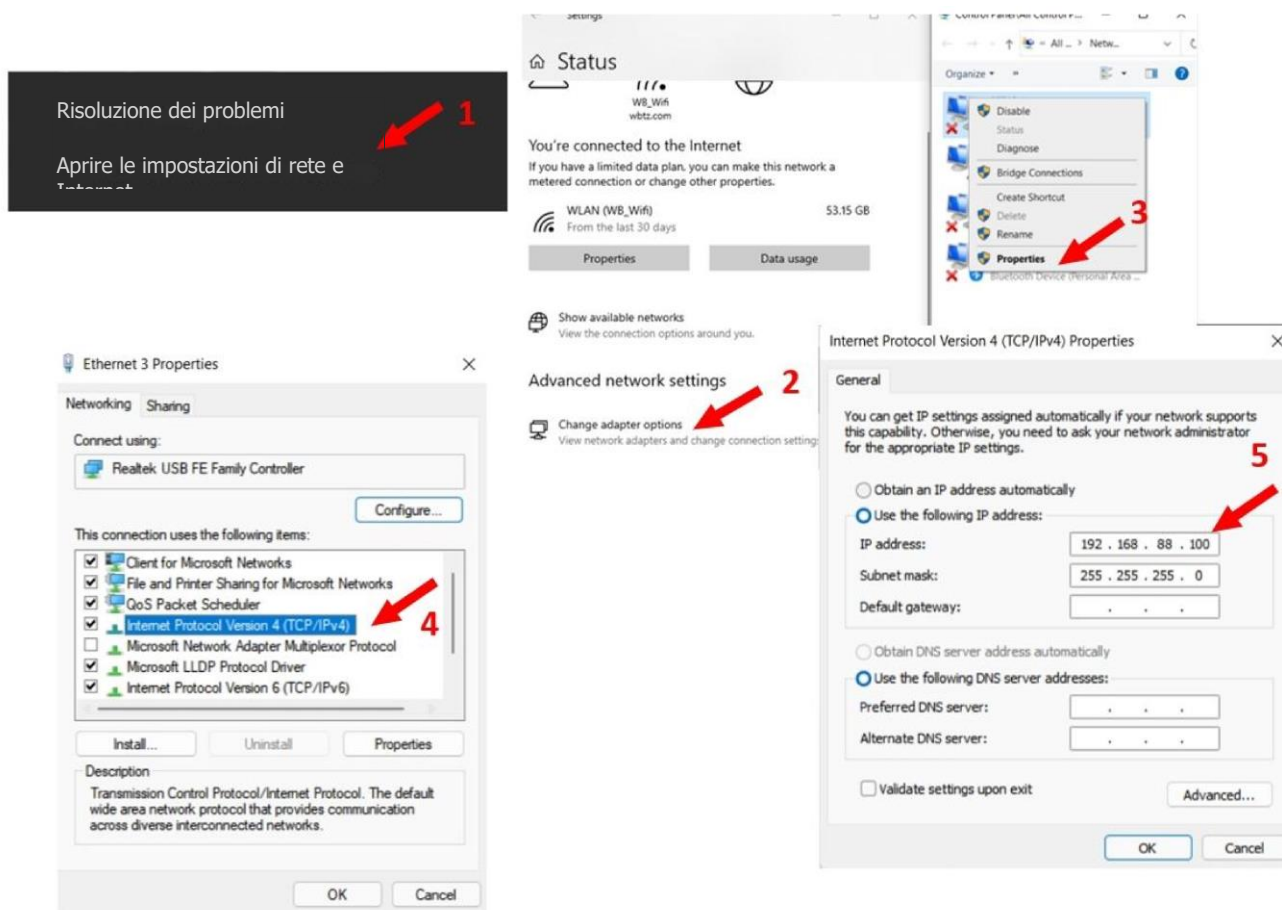

Figura 5-1 Configurazione dell'indirizzo IP
(1) Configurare l'indirizzo IP del portatile come mostrato nella Figura 5-1.